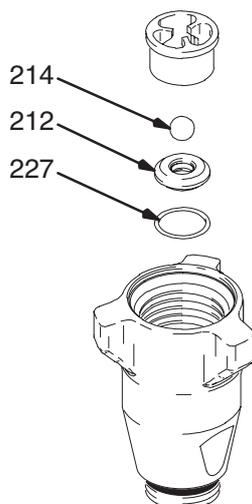

Рис. 19
Рис. 19. Соберите впускной клапан, установив новое уплотнительное кольцо (227), седло (212) и шар (214). Седло может быть перевернуто и использовано другой стороной. Тщательно почистите седло.